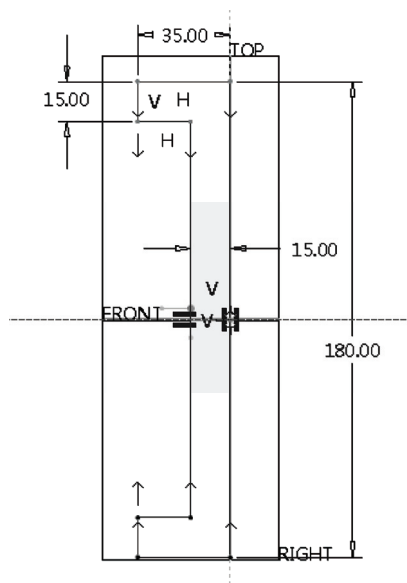

图 11-93 绘制截面
- 5) 绘制图 11-93 所示的截面, 单击  (确定) 按钮。